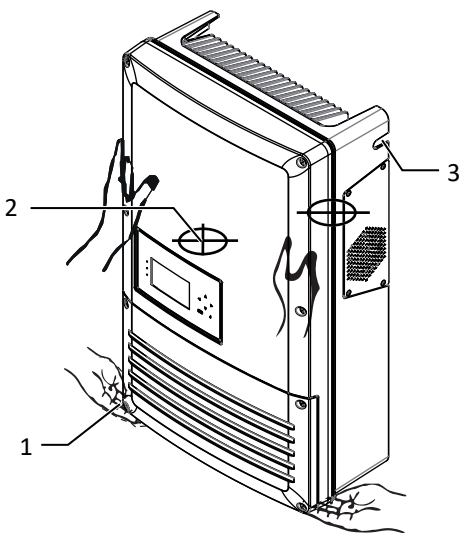

Abb. 14: Gerät am Gehäuse anheben
1. Gerät an den seitlichen Eingriffen anheben [Siehe Abbildung 14 [▶ Seite 19]. Beachten Sie den Geräteschwerpunkt!